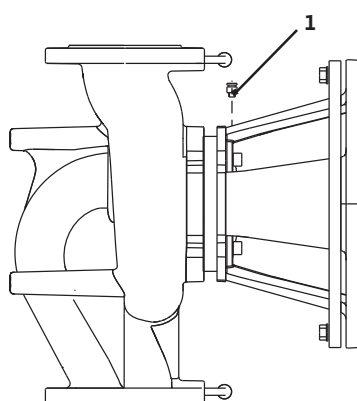

Fig. 35 : Soupape d'échappement
- Purger la pompe en ouvrant les soupapes d'échappement (fig. 35, pos. 1). La marche à sec détruit la garniture mécanique de la pompe. Le capteur de pression différentielle ne doit pas être purgé (risque de destruction).